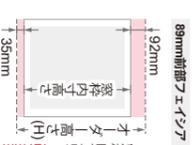

図2
- ※3 リモコン不要を連れた場合は必ず手元にいずれかのバッテリーを確保してください。(図2)